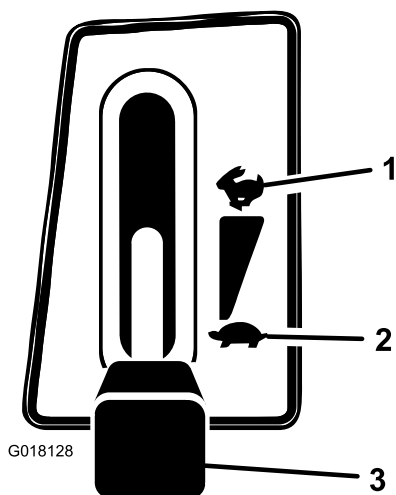

Figura 10
1. Spingete il comando della lama (PDF) in posizione Off (Figura 10).
2. Spostate la leva dell'acceleratore in posizione Slow (Figura 10).
5. Quando il motore è acceso, spostate lentamente la leva dell'acceleratore in posizione Fast e spingete in dentro la leva dello starter (Figura 10). Se il motore si arresta o esita, spostate di nuovo la leva dell'acceleratore su Slow e tirate in fuori la leva dello starter per alcuni secondi, quindi portate la leva dell'acceleratore in posizione Fast. All'occorrenza, ripetete l'operazione.
1. Spostate la leva dell'acceleratore in posizione Slow (Figura 10).